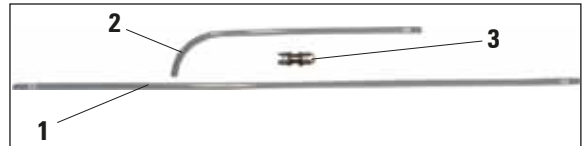
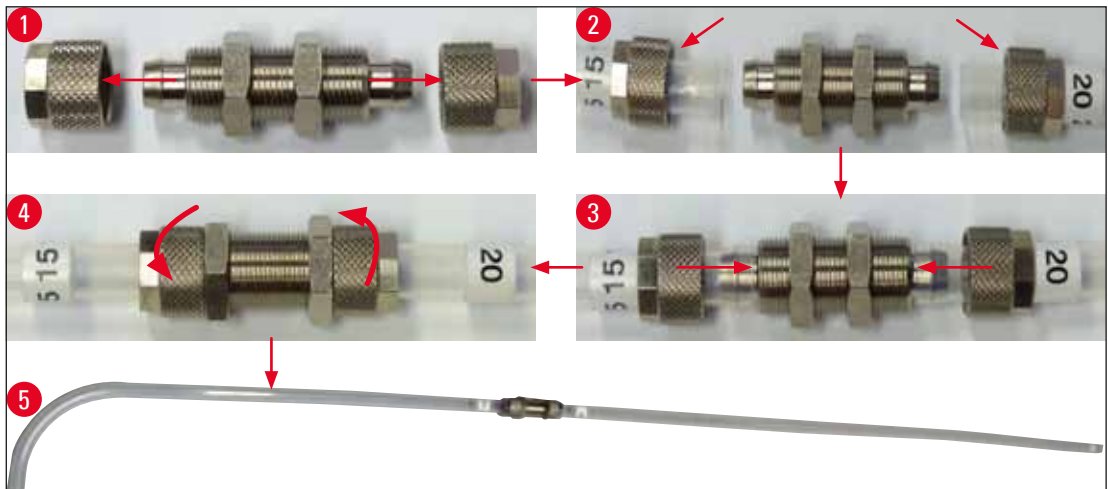

Fig. 88
Fig. 89
- 1 tuyau droit marqué "20" (Fig. 88, 1)
- 1 tuyau coudé marqué "15" (Fig. 88, 2)
- 1 raccord (Fig. 88, 3)
1. Dévisser les deux écrous (Fig. 89, 1) du raccord (Fig. 88, 3).
2. Pousser l'un des deux écrous sur le tuyau marqué "20" et l'autre écrou sur l'extrémité droite du tuyau marqué "15" (Fig. 89, 2).
3. Pousser l'extrémité droite du tuyau marqué "15" sur l'un des embouts du raccord et le tuyau marqué "20" sur l'embout opposé. Veiller à ce que les deux tuyaux soient poussés aussi loin que possible sur les deux embouts (Fig. 89, 3).
4. Enfin, visser fermement les deux écrous sur le filetage (Fig. 89, 4) du raccord pour fixer les tuyaux (Fig. 89, 5).